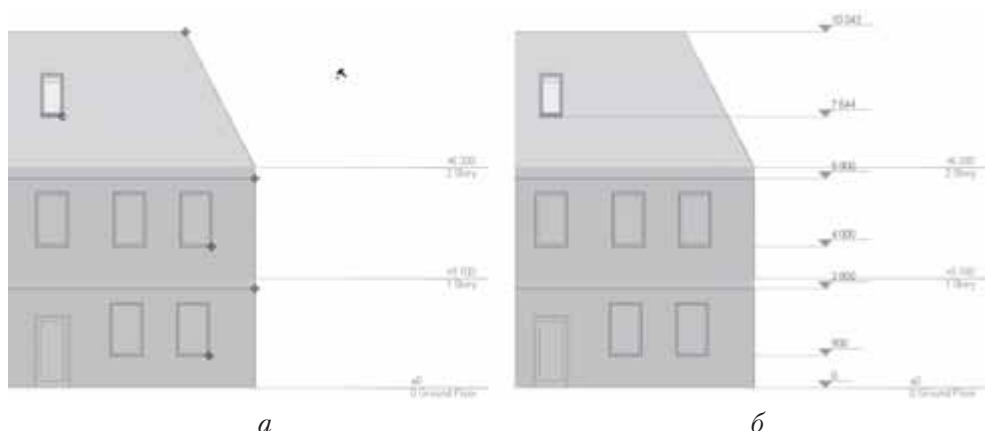

Рис. 10.18. Построение отметок возвышений на разрезах/фасадах
5. После указания последней точки дважды щелкните кнопкой мыши на свободном поле чертежа или нажмите клавишу Delete. Указатель мыши примет форму молотка (рис. 10.18, а).
6. В точке предполагаемого размещения отметок щелкните кнопкой мыши. Указанные отметки возвышений будут построены (рис. 10.18, б).